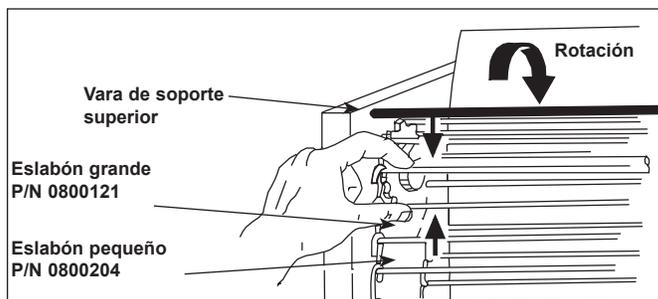

Figura 14. Desmontaje de la correa del transportador
Después de un tiempo, se desgastan los eslabones de la cadena del transportador y se estira la cadena de la correa, ulteriormente saliéndose de las ruedas dentadas. Esto se soluciona fácilmente al quitar uno o más eslabones del transportador de cada lado de la correa. Hay dos eslabones pequeños de 12.7 mm (1/2") a cada lado de la correa del transportador. El resto de los eslabones son grandes, 19 mm (3/4") de largo (Figura 14).
2. Desconecte la cadena de la correa del transportador apretando un par de eslabones juntos y desenganchando ambos extremos de uno (Figura 14).
2. Ponga la cadena de repuesto sobre las ruedas dentadas con los extremos de gancho hacia abajo. Revise si la posición está correcta (Figura 14)
NOTA: Los extremos de los ganchos deben apuntar hacia abajo. (Figura 14).